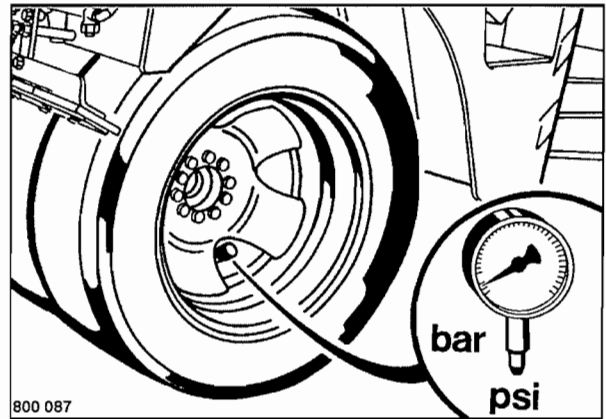

Fig. 84
- Comprobar la presión de inflado con un manómetro en la válvula del neumático (Fig. 84).